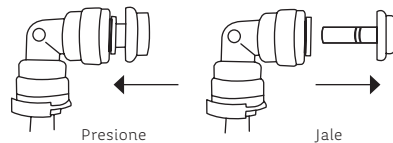

Figura 36.
4. Para desconectar las mangueras flexibles de las conexiones rápidas retira el broche de seguridad, oprime el collar del codo, conector o tee hacia dentro, manténlo presionado y después jala la manguera hasta que esta quede libre completamente, como se muestra en la Figura 36.